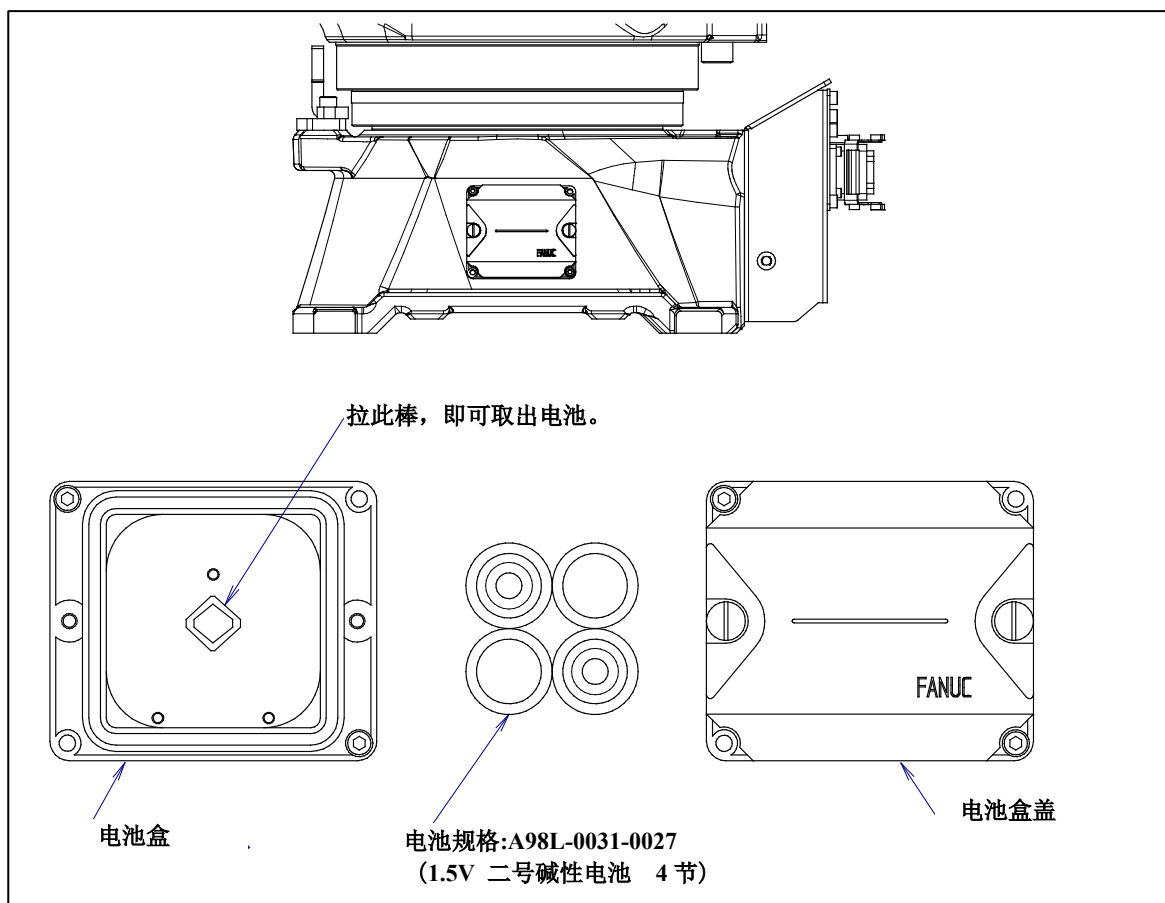

图 7.3.1 (a) 电池的更换
- 2 拆下电池盒的盖子。（图 7.3.1 (a)）电池盒盖无法拆除的时候，用塑料锤子轻轻地横着敲一下。